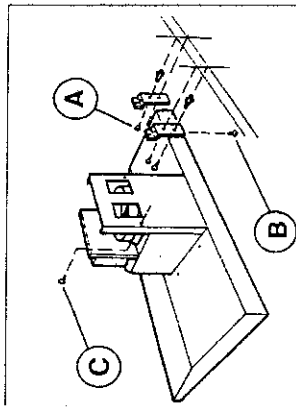

FIG.1
**Wandmontage des Geräts** - Die beiden mitgelieferten Haken unter Verwendung der Bohrschablone, mit, für die jeweilige Wandkonstruktion geeigneten, Dübeln und Schrauben an der Wand befestigen und das Gerät mit den rechteckigen Öffnungen in der Geräte rückwand in die Haken einhängen (Abb.1). Da die Einhängöffnungen in der Geräte rückwand breiter sind als die Haken, kann das Gerät zur Feinausrichtung nach links und rechts verschoben werden. Die Höhenregulierung des Geräts erfolgt durch Verstellen der Regulierschrauben an den Aufhängehaken (Abb.1B).